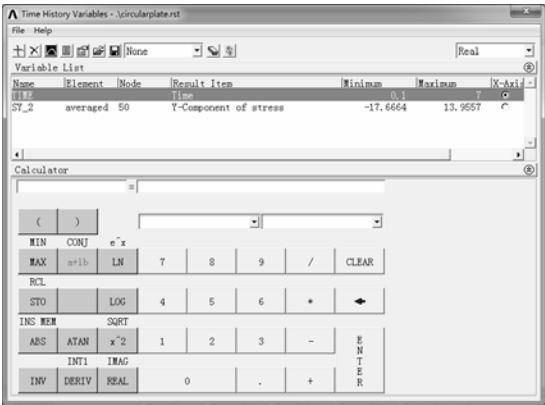

图 9-86 显示出定义的变量 “TIME” 和 “SY_2”
3) 单击 “OK” 按钮，弹出节点拾取对话框，输入 “ntop” 后单击 “OK” 按钮，返回到变量定义对话框，显示出定义的变量 “TIME” 和 “SY_2”，如图 9-86 所示。